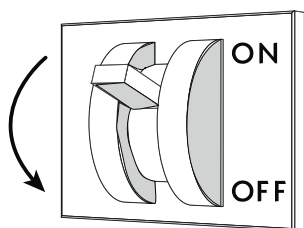

Fig. 24
- Koble fra str mforsyningen til disken ved hjelp av den veggmonterte hovedbryteren. ("Fig. 24").